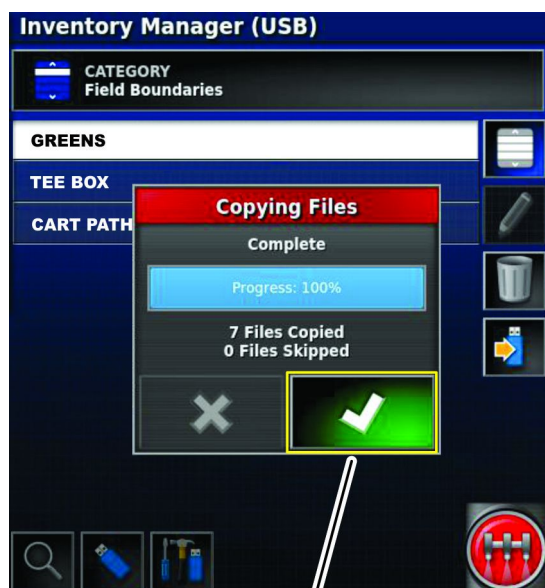

Figura 106
9. Nella finestra di dialogo Esportazione file, premete l'icona Conferma (Figura 106).